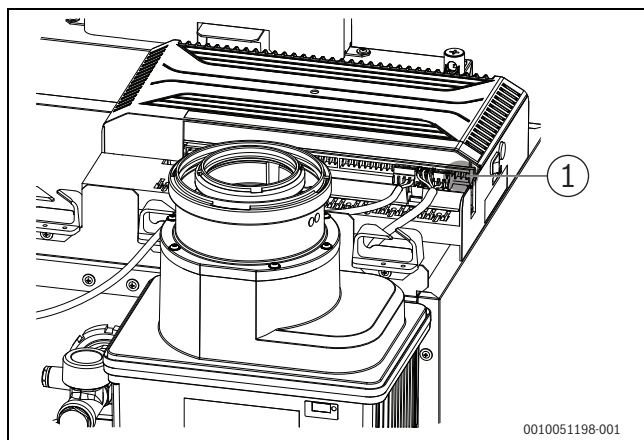

Bild 37 Netzanschluss herstellen
- Netzanschluss über die Klemme an IN - Netzeingang herstellen (→ Bild 37, [1]).